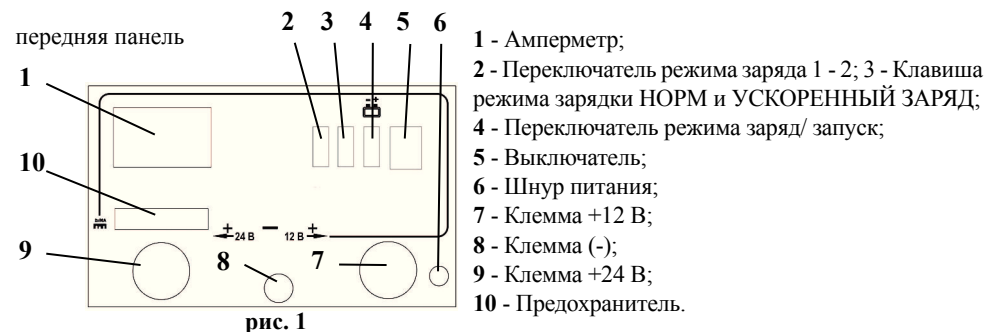

рис. 1
Общий вид зарядного устройства представлен на рис. 1:
7.4 При отключённой вилке сетевого кабеля подсоедините кабель к соответствующим клеммам (+12 В или +24 В) поз. 7;9 (рис. 1) в зависимости от номинального напряжения аккумулятора. Затем необходимо выставить режим заряда аккумуляторной батареи клавишами 2; 3 (рис. 1).
Клавиша 2 (рис. 1) предназначена для установки зарядного тока: положение 1 - меньше, положение 2 - больше.
Клавиша 3 (рис. 1) - режим зарядки: оптимальный и ускоренный.
9.1 При отключённой вилке сетевого кабеля установите переключатель 4 (рис. 1) в положение ЗАПУСК. Затем подсоедините, соблюдая полярность, соединительные провода устройства к клеммам аккумуляторной батареи. Помните, несоблюдение полярности при подсоединении проводов может привести к выходу устройства из строя.
9.3 Ключом зажигания включите стартер. Если двигатель не запускается в течение 5-6 секунд, выключите устройство выключателем сети 5 (рис. 1), выдержите паузу 15 - 20 секунд, после чего производите повторный запуск.
9.4 Если после 5 включений двигатель не запустился, то во избежание перегрева стартера и устройства, выдержите паузу не менее 5 минут. За это время выключите устройство выключателем сети 5 (рис. 1) и проверьте надёжность контакта между соединительными проводами и клеммами аккумуляторной батареи.
- выключить устройство выключателем сети 5 (рис. 1);